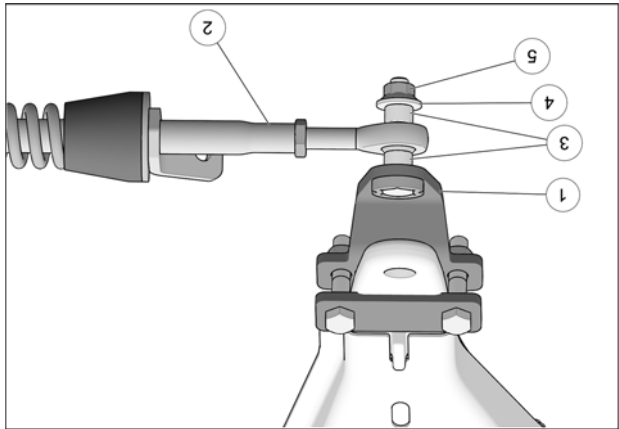

Fig. 19
14. Fixer le bras stabilisateur (2) au boulon déjà installé sur l'ancrage de suspension (1) à l'aide des deux espacateurs (3), de la rondelle (4) et de l'écrou autobloquant (5). Serrer à un couple de 70 N•m [52 lb•pi]. Voir la Fig. 19